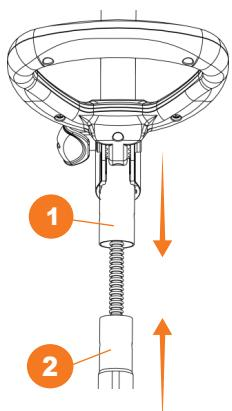
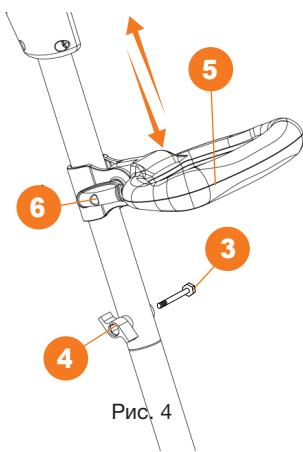

Рис. 3
Рис. 4
- Соедините верхнюю и нижнюю части штанги, вставив нижнюю часть ① внутрь верхней ② (Рис. 3).
- Совместите отверстия для установки крепежного винта ③.
- Вставьте винт ③ в отверстие и закрепите его с помощью специальной гайки ④, как показано на (Рис. 4).
- Ослабьте гайку крепления вспомогательной рукоятки ⑤. Измените ее положение на оптимально удобную для вас и закрепите ее, затянув гайку ⑥ (Рис. 4).
- Ослабьте крепление штанги ⑦ на корпусе снегоуборщика (Рис 5).
- Установите штангу ⑧ в крепление до щелчка (Рис 5).
- Затяните гайку ⑨ для фиксации штанги в корпусе (Рис 5).